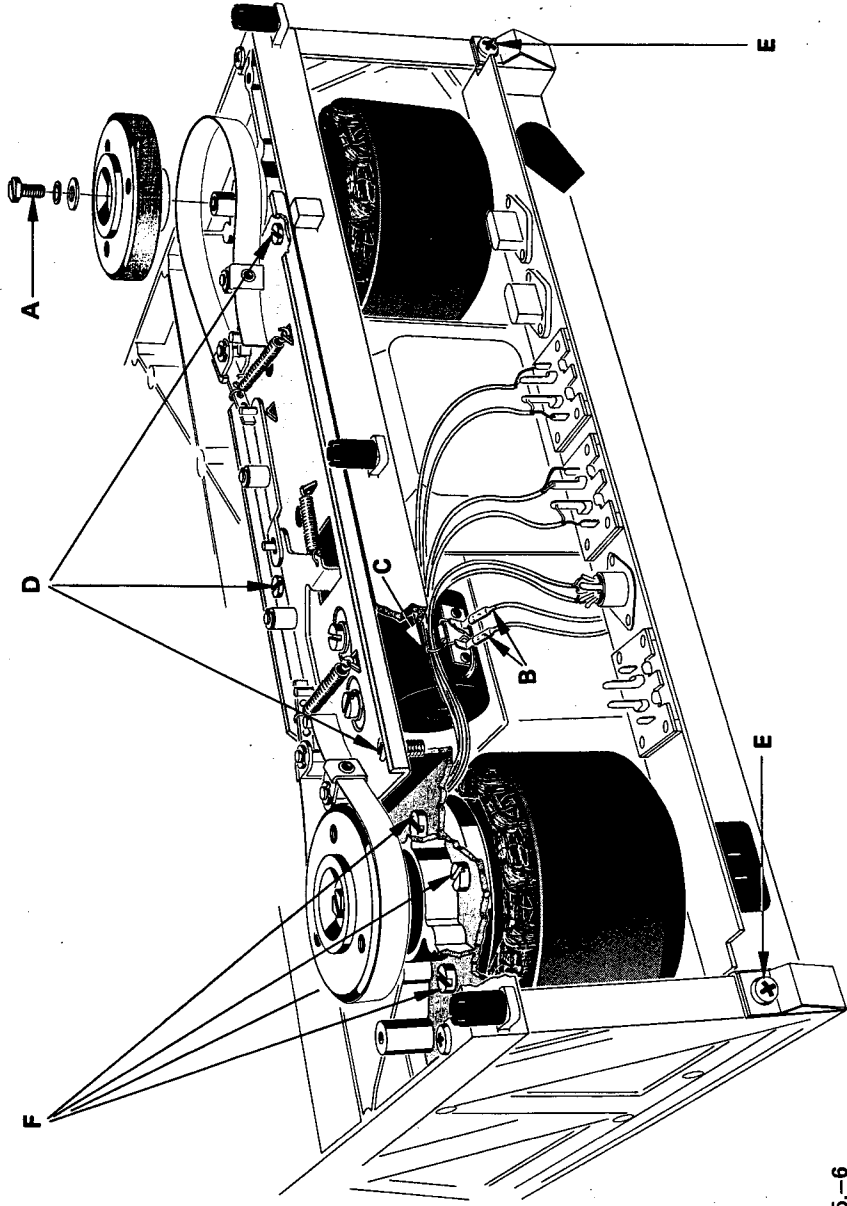

Bild 3.5.-6
- Bremstrommeln, zentrale Schrauben A (Bild 3.5.-6) lösen, Bremsen lüften und Trommeln vorsichtig nach oben abheben.
- Anschlüsse B (Bild 3.5.-6) des Bremsmagneten ablösen (lösen). Kabelbund (abgeschirmte Kabel) Befestigung C (Bild 3.5.-6) auftrennen.
- 3 Schrauben D (Bild 3.5.-6) des Bremsaggregates lösen und das Chassis vorsichtig abheben.
- Schrauben E (Bild 3.5.-6) des Anschlusssträgers lösen.
- je 4 Schrauben F (Bild 3.5.-6) der Wickelmotoren lösen und die Motoren vorsichtig nach unten ausfahren.
- Bremsmagnet, Kabelanschlüsse lösen (ablöten) (s. Bild 3.5.—6, B)